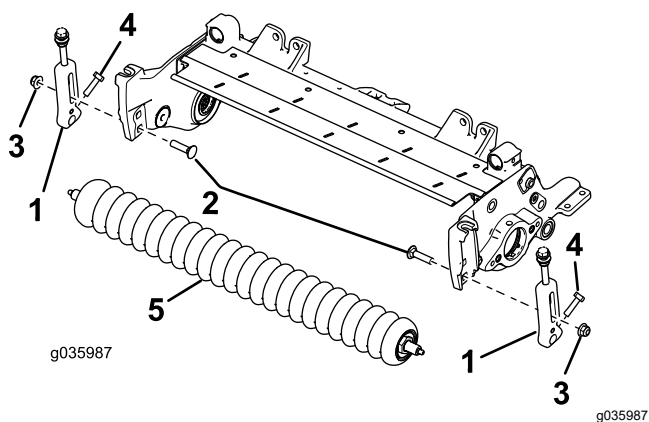

图 4
6. 拆下把剪草高度HOC支架固定到滚刀组侧板上的托架螺栓和锁紧螺母图 4。
7. 旋松将剪草高度支架固定至前滚筒轴上的螺丝图 4。
8. 从滚刀组侧板上拆下现有剪草高度支架和前滚筒图 4。